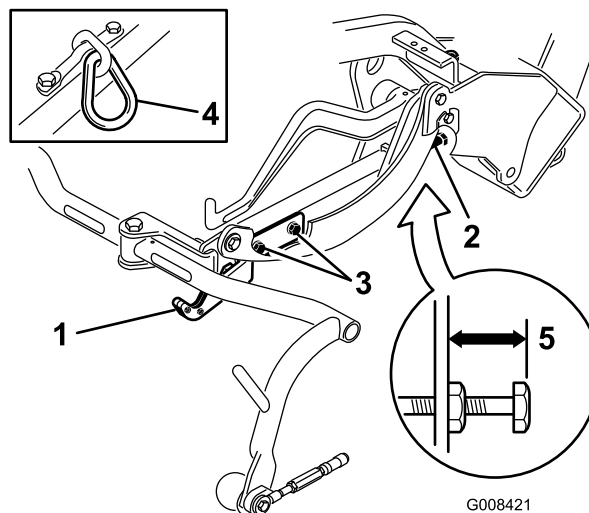
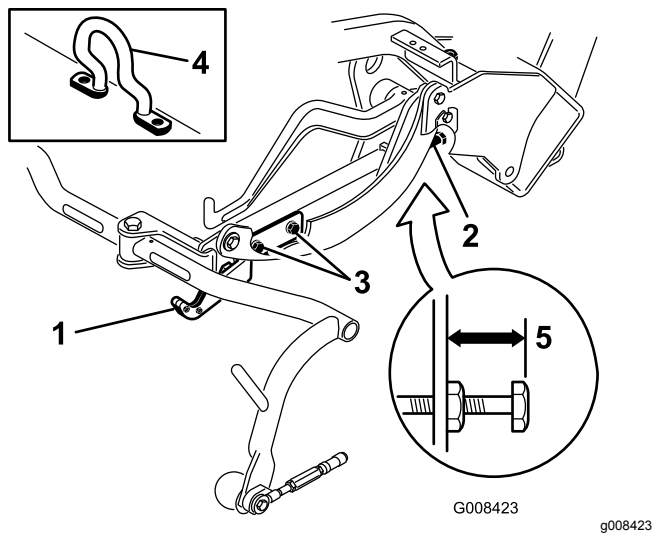
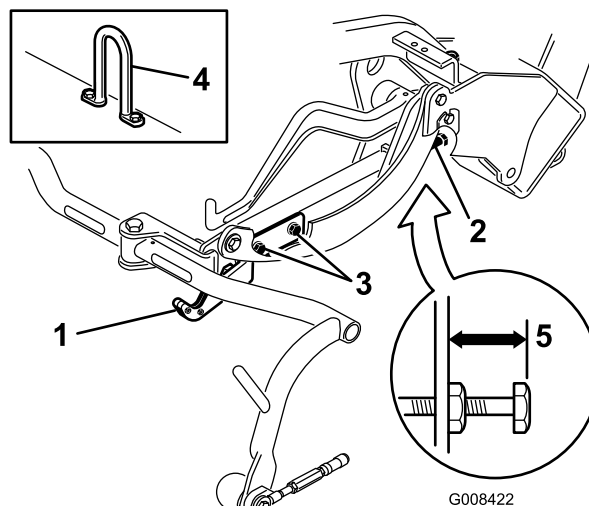

図 13
図 12
図 14
移動走行時の高さを調べ 図 13と図 14、必要に応じて調整する。
2. オフセット吊り下げフック 図 12、挿入図のついているカッティングユニットでは、キャリアフレーム調整ねじの上端からキャリアフレームの背面までの距離が 25mm になっていることを確認する。距離が 25mm でない場合には手順 4 へ進む。
3. チェーンリンクまたはストレートリフトフック 図 13と図 14、挿入図のついているカッティングユニットでは、キャリアフレーム調整ねじの上端からキャリアフレームの背面までの距離が 22mm になっていることを確認する。距離が 22mm でない場合には手順 4 へ進む。オフセットリフトリンク 図 12のついているカッティングユニットの場合は、次のステップに進む。
4. 移動走行プレート取り付けねじをゆるめる 図 13と図 14と図 12。
7. キャリアフレームの高さが同じでない場合には、キャリアフレーム調整ねじについているジャムナットをゆるめる 図 12と図 13と図 14。高くするにはねじを外方向にまわし、低くするには内方向にまわす。調整ができればジャムナットを締めて調整を固定する。